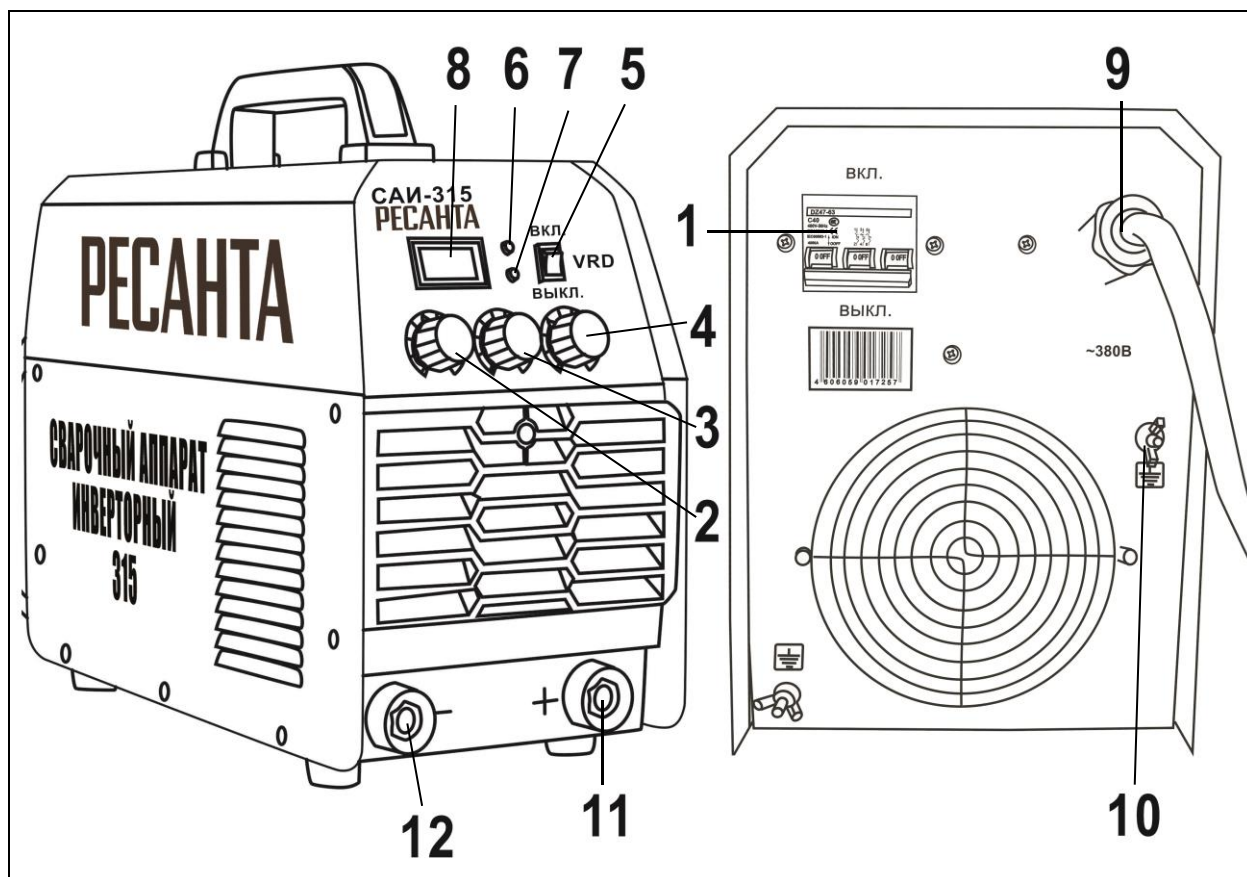

Рис. 2. Общий вид САИ-315
- После зажигания дуги старайтесь сохранять расстояние между рабочей поверхностью (Вашей деталью) и электродом приблизительно равное диаметру самого электрода примерно 3 – 5 мм. Необходимо соблюдать это расстояние постоянно во время сварки. Угол наклона электрода от вертикальной оси должен быть от 20° до 30° (Рис 6 (рис.2)).